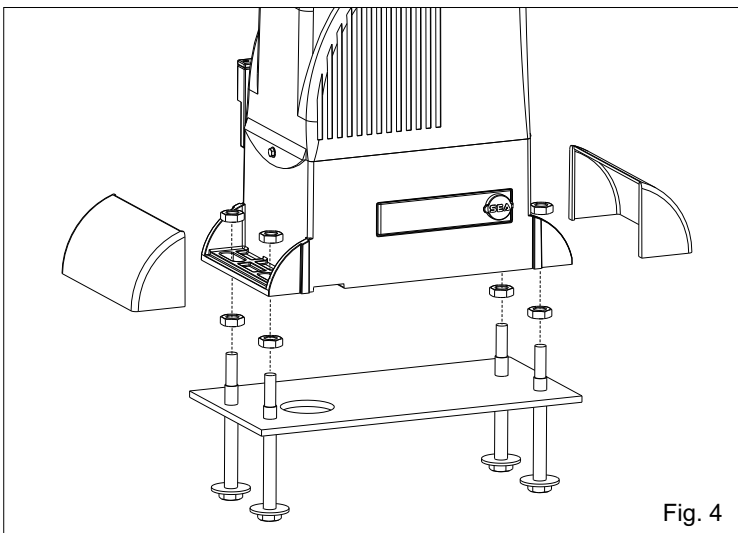

Fig. 4
**4.1.** Fissare il motoriduttore alla piastra di fondazione regolandone la posizione laterale e la sua altezza (Fig. 4 - Fig. 5) per il rispetto delle quote citate in (Fig. 2).